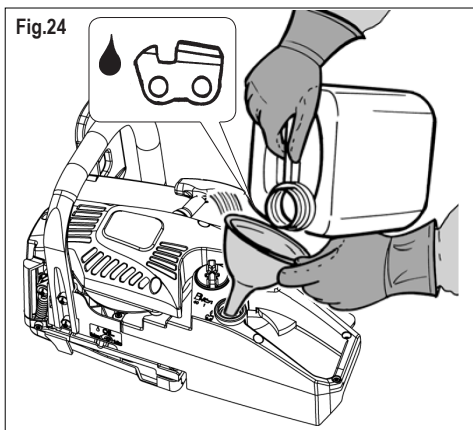

Fig.24
1) **ATTENZIONE!** Rifornire la macchina solamente con olio specifico per la lubrificazione di catene da motosega (vedi fig.24).